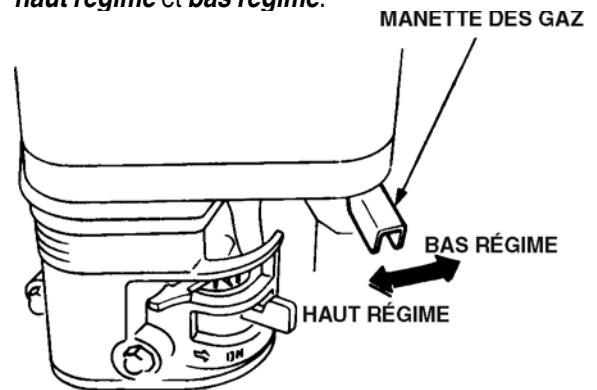

Figure 12. Manette des gaz
4. Placez la **manette des gaz** (Figure 12) à mi-distance entre **haut régime** et **bas régime**.
1. Placez la **la manette des gaz** (Figure 12) sur position **bas régime** et écoutez si le régime moteur diminue.